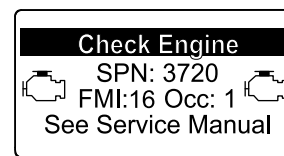

Bild 50
- Motorwarnung SPN 3720, FMI 16 (Bild 50)